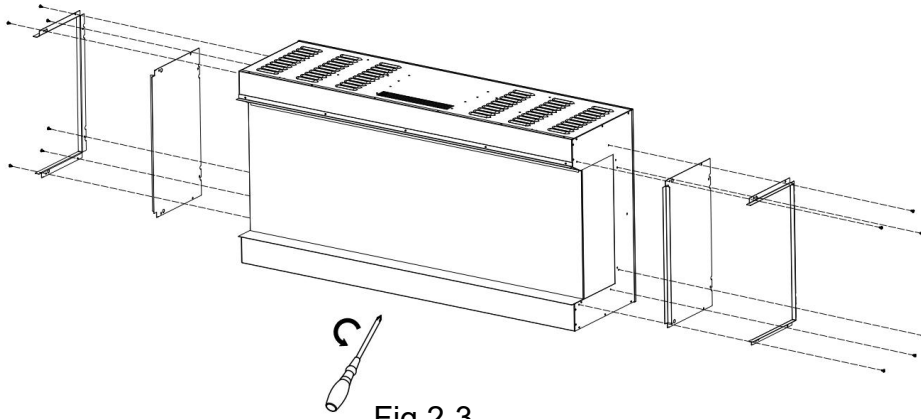

Fig.2-3
2. enlevez les barres et les panneaux de protection si vous voulez voir le feu de trois côtés. Fig.2-3